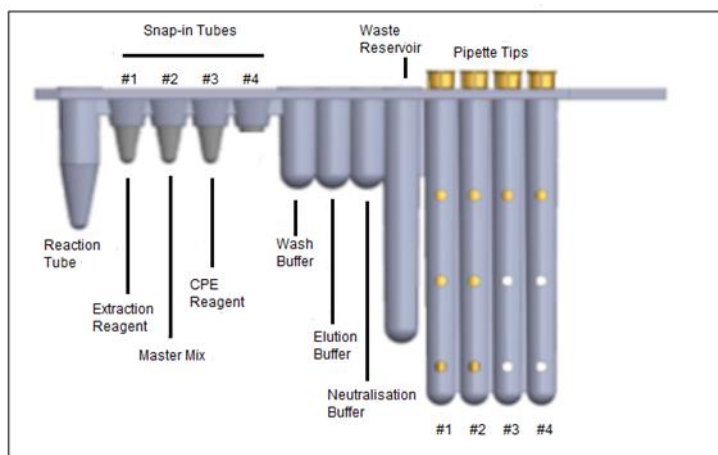

Figura 1: Setup striscia reagente unitaria a DNA.
- 2.2.a. Inserire una provetta di reagente di estrazione DNA BD Exk-1 (sigillo bianco) nella posizione 1 della striscia, si veda la Figura 1.
- 2.2.b. Inserire una provetta di Master Mix DNA MMK (sigillo verde/giallo) nella posizione 2 della striscia, si veda la Figura 1.
- 2.2.c. Inserire una provetta di reagente CPE (sigillo blu/viola) nella posizione 3 della striscia, si veda la Figura 1.